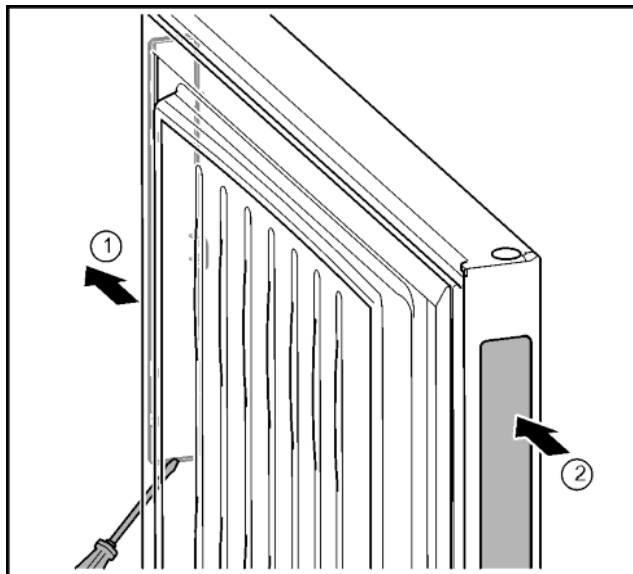

Fig. 32
- ▶ С помощью шлицевой отвертки снять крышку вспомогательного механизма открывания двери с противоположной стороны. *Fig. 32 (1)*
- ▶ Вставить в образовавшееся отверстие. *Fig. 32 (2)*